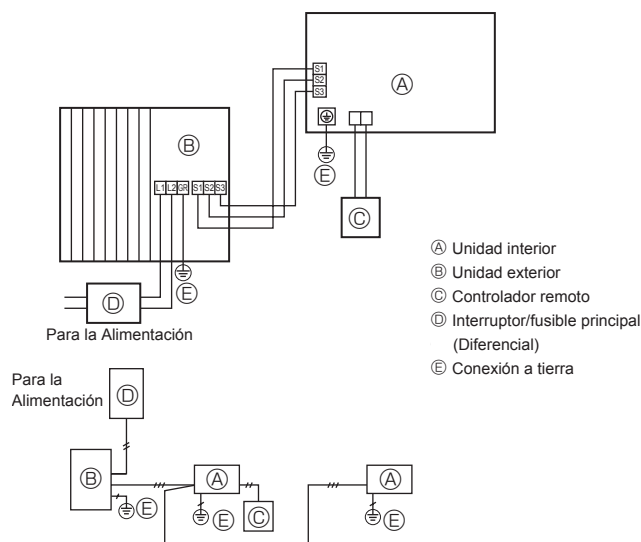
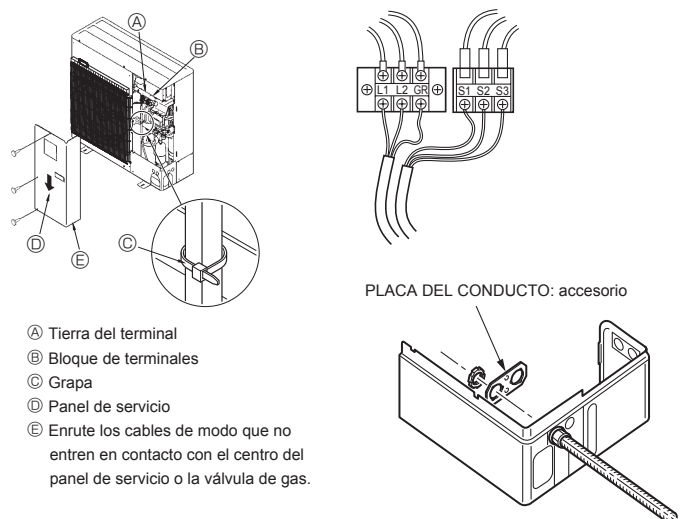

Fig. 6-1
Fig. 6-2
6.1. Unidad exterior (Fig. 6-1, Fig. 6-2)
- Tienda los cables de acuerdo con la Fig. 6-1 y Fig. 6-2.